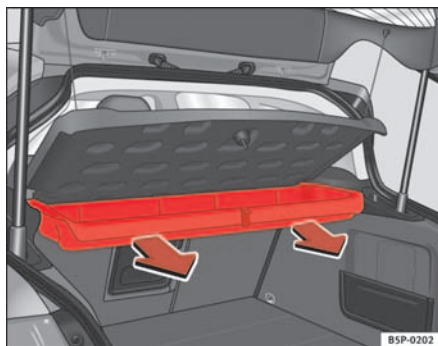

Abb. 122 Ausbau des Ablagefachs
- Nach außen ziehen, bis der Kisten aus den Drehhaltern gelöst ist \Rightarrow Abb. 122.